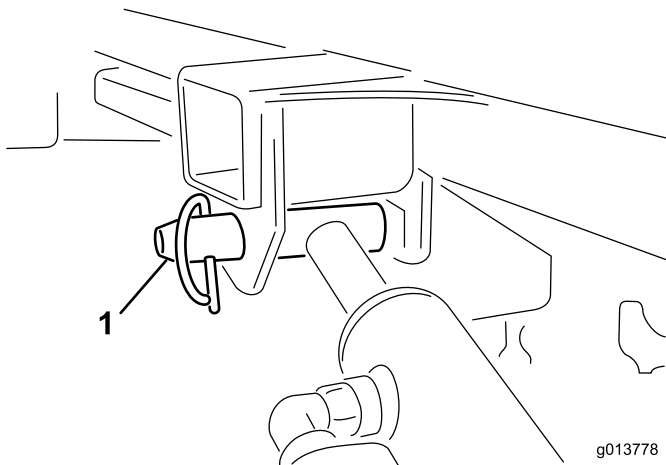

Figura 3
11. Con una mano sostenete il cilindro di sollevamento. Con l'altra mano staccate il perno di bloccaggio del cilindro di sollevamento (Figura 3).